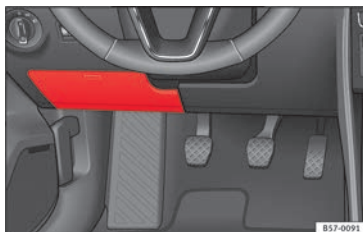

Fig. 100 Sul cruscotto, lato del conducente: coperchio della scatola dei fusibili.
- **Apertura:** abbassare la copertura » **fig. 100.**